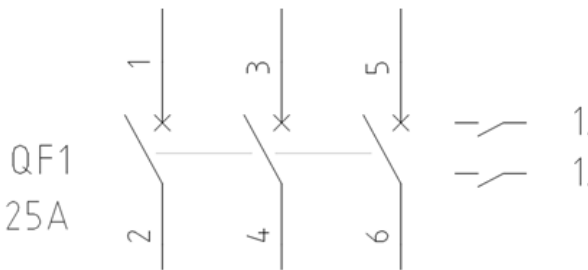

Рисунок 4.1 - Позначення виводів автоматичного вимикача
11. Аналогічним чином призначте номери висновків для решти контактів автоматичного вимикача, як показано на рис. 4.1.